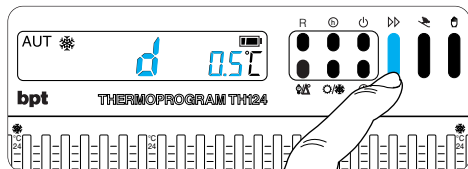

Fig. 14
**4.2** - Premere il pulsante  (fig. 14) sino a che non si raggiunge il valore desiderato. Dopo circa 10 s o premendo il pulsante  sul display vengono visualizzate l'ora e la temperatura ambiente.